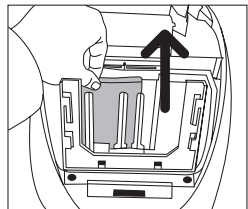

Fig. 6
- Cuando el filtro de protección del motor (9) esté sucio (1 ó 2 veces al año, dependiendo del uso del aspirador), abra el aspirador, saque la bolsa del polvo y retire el filtro tirando de la parte superior del mismo hacia arriba (fig. 6). Sacuda bien el filtro de protección o lávelo si está muy sucio, dejándolo secar totalmente. **No utilice nunca el aspirador sin el filtro de protección para el motor.**